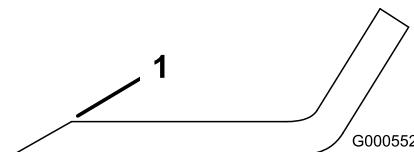
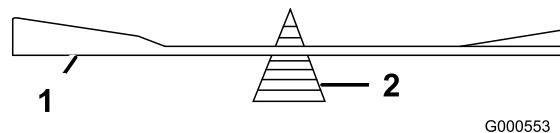

Figure 46
Figure 47
1. Au moyen d'une lime, aiguisez les tranchants aux deux extrémités de la lame (Figure 46) en veillant à conserver l'angle de coupe d'origine. Limez la même quantité de métal sur chacun des deux tranchants pour ne pas déséquilibrer la lame.
2. Vérifiez l'équilibre de la lame en la plaçant sur un équilibrEUR (Figure 47). Si la lame reste horizontale, elle est équilibrée et peut être utilisée. Si la lame est déséquilibrée, limez un peu l'extrémité de la partie relevée seulement (Figure 46). Répétez la procédure jusqu'à ce que la lame soit équilibrée.